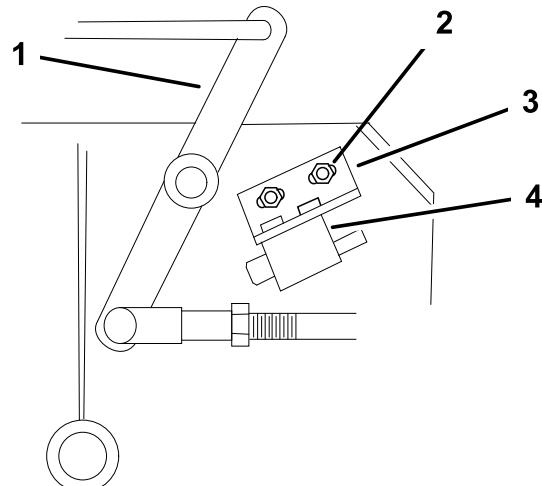

Figure 44
4. Le cas échéant, réglez le contacteur de sécurité des lames en desserrant les boulons de fixation du support du contacteur (Figure 44).
Remarque: Le levier coudé **ne doit pas** toucher le corps du contacteur, car celui-ci pourrait être endommagé (Figure 44).